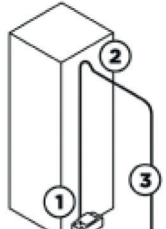

Рис. 4
- Закрепите на выходном фитинге (рис. 4, поз. 1) выпускную трубку внутренним диаметром 10 мм и затяните в месте соединения хомутом-стяжкой (не входит в комплект). Протяните трубку на требуемую высоту, предварительно убедившись, что она не превышает предельно допустимую. В наивысшей точке дренажной магистрали (рис. 4, поз. 2) направьте трубку до места слива с небольшим уклоном, а затем опустите ее вниз до уровня помпы, если возможно. Это приведет к возникновению сифонного эффекта, в результате чего повысится эффективность насоса, а трубка после каждого цикла включения-выключения будет оставаться пустой. Если конец трубки (рис. 4, поз. 3) невозможно опустить до уровня насоса, попробуйте создать перевернутый U-образный участок непосредственно над насосом, также в наивысшей точке участка подъема (рис. 4, поз. 2).